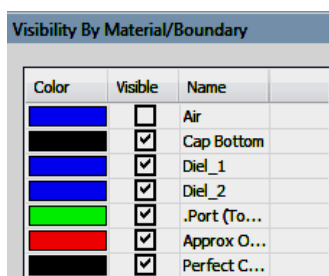
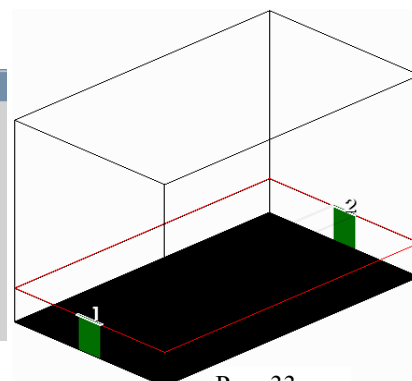

Рис. 32
Рис. 33
3. Откройте окно менеджера топологии **Layout** в левом окне просмотра проекта и щёлкните по строке **Visibility By Material/Boundary**. Здесь можно включать/отключать видимость материалов (рис. 32). Например, если выключить материал **Approx Open**, то структура будет выглядеть, как показано на рис. 33.